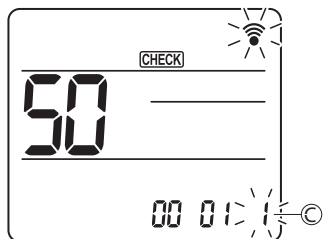

Рис. 3-4
- ④ **Выбор номера настройки**
Используйте кнопку **[↓]** для изменения номера настройки (C) (рис. 3-4). Направьте беспроводной пульт управления на приемник ИК-сигналов внутреннего блока и нажмите кнопку **[SET]**.
- ⑤ **Для последовательного выбора нескольких функций**